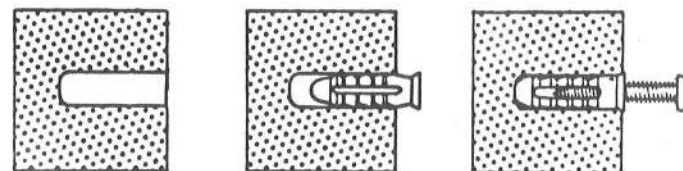

図7
- コンクリート、ブロック、レンガ等に取り付ける場合(図7参照)
- ①取り付け場所にドリルで直径(約)5mm×深さ(約)30mmの穴をあけてください。
- ②金槌等でプラグを軽くたたいて打ち込んでください。取り付け面からプラグの面が突き出さないようにしてください。
- ③付属の取り付けネジで固定してください。